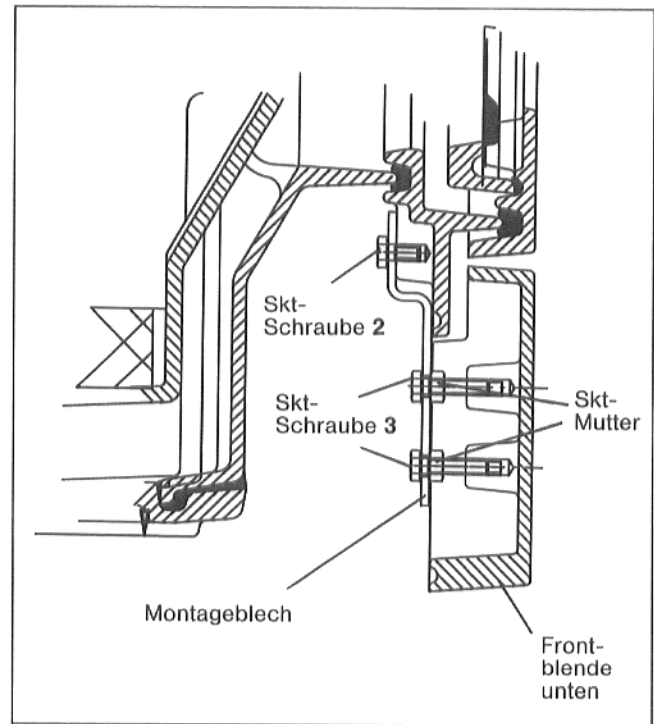

Abb. 3: Seitenschnitt Frontblende unten
- Montagebleche mit Skt-Schrauben **2** locker befestigen (s. Abb. 3).